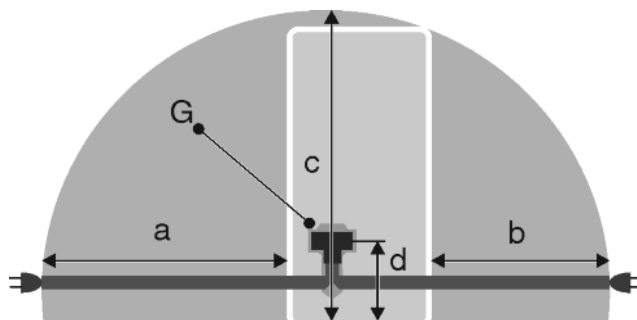

Fig. 46
- De contactdoos bevindt zich buiten het bereik van de achterzijde van het apparaat in het desbetreffende gedeelte Fig. 46 (a, b, c).
- ▶ Breng de apparaatstekker Fig. 46 (G) aan de achterzijde van het apparaat aan. Let op het correct vastklikken.